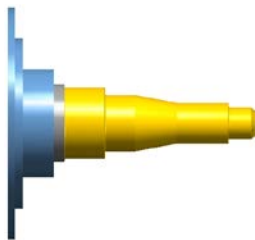

图 8.3.8 仿真结果
(1) 在 **刀路** 选项卡中单击 按钮，然后单击“验证选定操作”按钮 ，系统弹出“Mastercam 模拟器”对话框。
(2) 在“Mastercam 模拟器”对话框中单击 按钮，系统将开始进行实体切削仿真，结果如图 8.3.8 所示，单击 按钮。